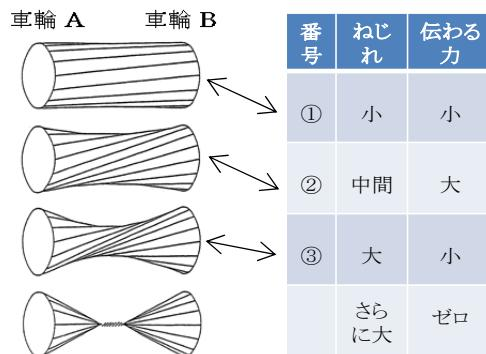
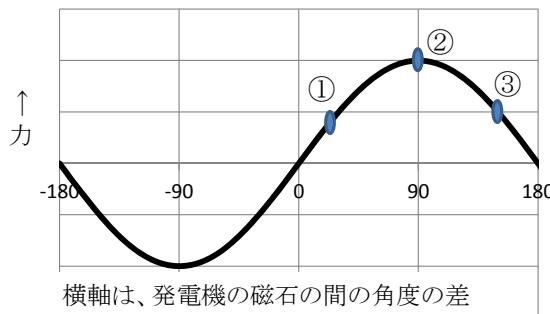

図 49 車輪 A と車輪 B 間のねじれと伝わる力の関係
図 50 発電機の間に伝わる力
自転車 A と B にそれぞれ人が乗ってペダルを漕ぐと、自転車 A の人が漕ぐ力は、車輪 A が車輪 B に対して少しねじれることで伝わります。このねじれと伝わる力の関係は図 49 のように、ねじれがあるところまでは、ねじれが大きくなるにつれて大きくなります。しかし、ねじれの大きさがあるところを超えると、伝わる力は段々と小さくなり、最後はほとんど伝わらなくなってしまいます。
実際に発電機の間に働く力は、これより少し複雑で、2台の発電機の磁石（図41）の間の角度の差が変わると、図50のように変化します。図50には、図49のねじれの大きさに対応した大まかな場所を、番号①、②、③として示しています。
図49の発電機の間に伝わる力の関係は、図42(b)の交流の波の形と同じです。実は、ゴム紐のねじれと伝わる力の関係は、角度が0度から180度までの間でも、発電機の場合よりもさらに複雑になっていますが、あるところまでのねじれまでは、ねじれるほど伝わる力が大きくなり、それよりもねじれが大きくなると伝わる力が小さくなるという性質は同じです。発電機間の場合は、電気だから、この関係が比較的きれいな形になっているとも言えます⁶⁷。
67 ゴム紐のねじれと力の関係は、図50より複雑です。ここでは、大体の対応関係を示しています。また、ゴム紐のねじれが大きくなりすぎると力は伝わらなくなりますが、発電機間では、図50のように反発の力が働きます。もう少し厳密に書きますと、力は $\sin \theta$ と正弦波関数で表現されますので、 $360 \times n + 180 < \theta < 360 \times (n+1)$ (n は整数) の間は反発力が働きます。
発電機の間に伝わる力は、図50のようにあるところ(90度)で最大になります。この力をさらに大きくするにはどうしたらよいでしょうか？ それには四つの方法があります。